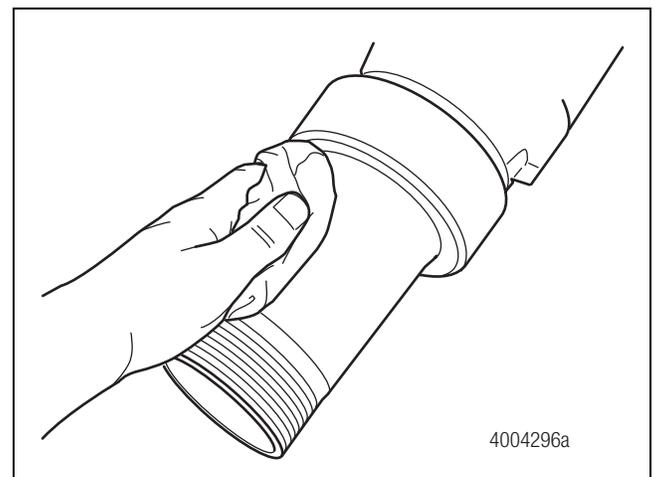
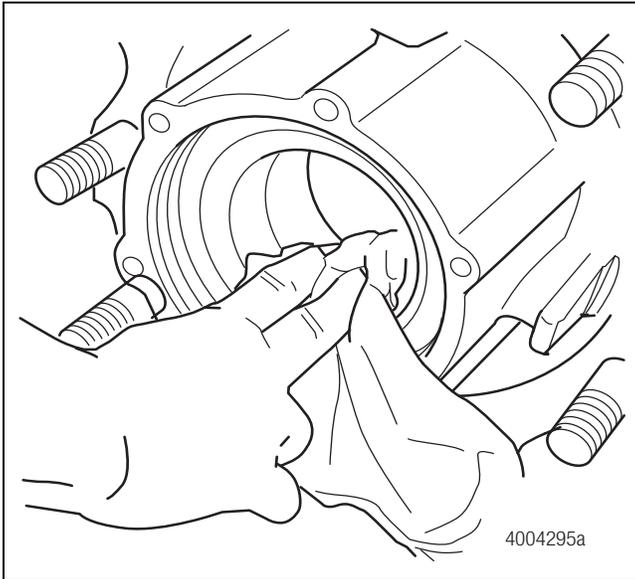

Figura 4.33
Figura 4.34
1. Utilice un trapo limpio para limpiar la espiga del eje y el contorno del diámetro interior de la maza. Figura 4.33 y Figura 4.34.